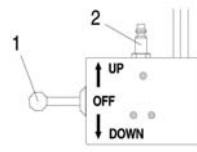

Fig.3
el transporte. Para ello y con la manguera de aire ya conectada al enchufe (2, fig.3), lleve el mando de control (1) hacia la posición UP manteniéndolo así durante unos segundos. Sitúelo a continuación en la posición DOWN para efectuar una bajada completa. Lleve después el mando de control (1) a la posición UP para recoger el pistón y así comprobar que la subida se produce de forma uniforme, sin saltos. Si la subida se produce en cambio de forma irregular, repita el ciclo hasta comprobar que la subida del pistón se ejecuta de forma uniformemente suave. Ello significará que la operación de purga se ha llevado a cabo satisfactoriamente.
2.12 Bajar y mantener el mando (1, fig.3) en la posición DOWN. La máquina comienza el ciclo, el pistón empieza la bajada y el consiguiente prensado del filtro.
2.14 Subir y mantener el mando (1, fig.3) en la posición UP para poder extraer el filtro prensado y reciclarlo según la normativa vigente.